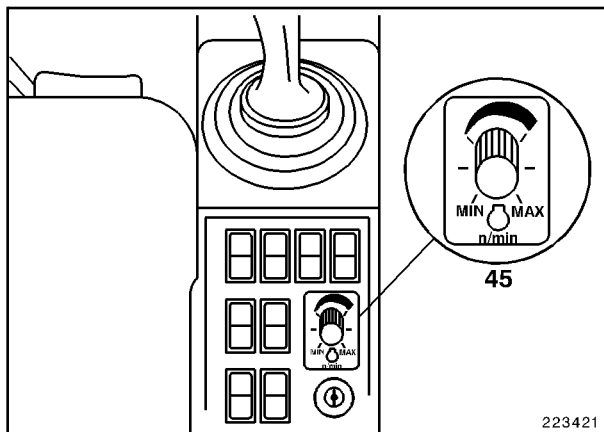

Fig. 3
- Arrancar el motor conforme a lo descrito. Poner el motor caliente por medio del potenciómetro (45, Fig. 3) al número de revoluciones máximo. Según que sea el empleo de la máquina, se puede reducir el número de revoluciones a un nivel más bajo. □